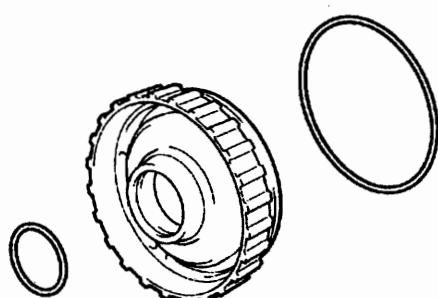

图 12-1-135
- ②如图 12-1-135 所示, 从前进挡离合器活塞上拆下两个 O 形圈。
(11) 如图 12-1-135 所示, 将 ATF 涂到两个 O 形圈上, 然后将其安装到前进挡离合器活塞上。
(12) 安装 1 号离合器平衡器。